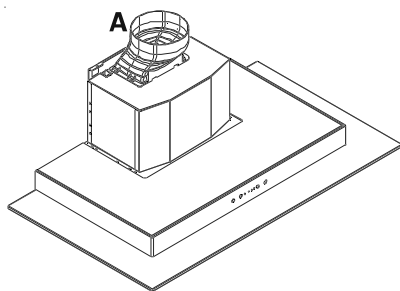

Рис. 1
- В режиме воздухоотвода воздух отводится в атмосферу по трубе, которую необходимо соединить с вытяжным патрубком **A**, **рис. 1**.